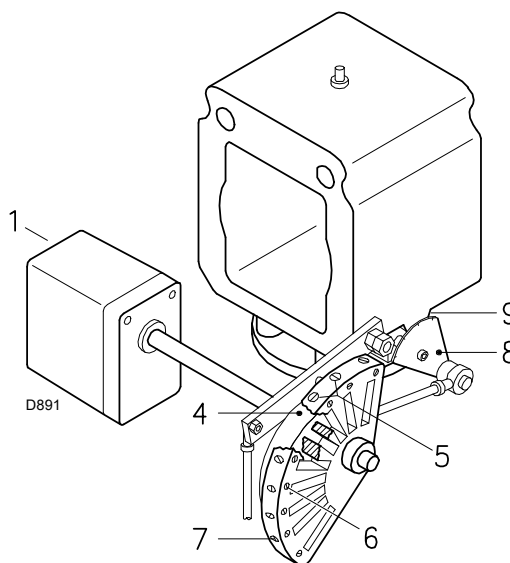

Fig. 30
Variar en progresión el perfil final de la leva 4)(Fig. 30) utilizando los tornillos 7).
Leyenda (Fig. 30)
Variar en progresión el perfil inicial de la leva 4)(Fig. 30, pág. 26) mediante los tornillos 5).
- desenganchar la leva 4)(Fig. 30, pág. 26) del servomotor, presionando y desplazando hacia la derecha el pulsador de desenganche del servomotor;
- Terminada la regulación, fijar la misma mediante los tornillos 6)(Fig. 30, pág. 26).